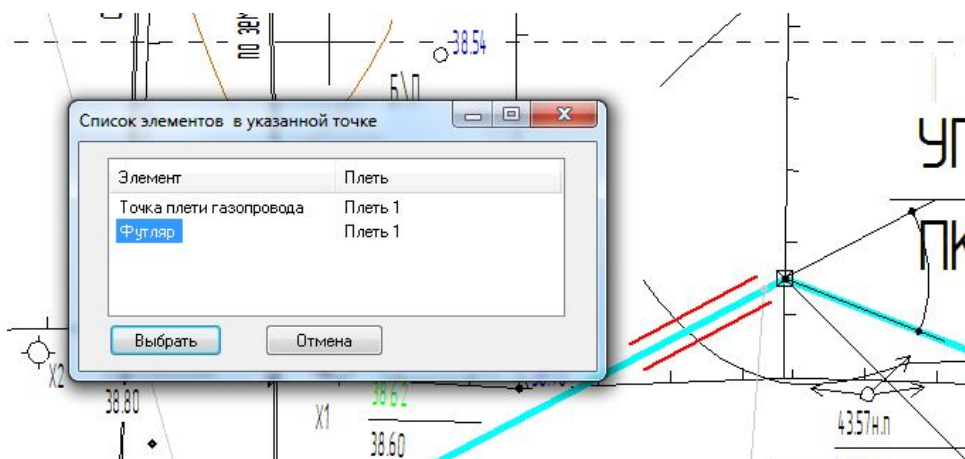

Рис.44
- 2) Если перед входом в данный режим группа выделения отсутствует, то программа выводит запрос: **“Укажите удаляемую точку или элемент газопровода”**. Если в указанном месте находятся несколько объектов, на экран будет выведен их список (рис.44). Выход из режима удаления производится после нажатия кнопки **“Прервать команду”** инструментальной панели Компас.
- 2) Если перед входом в данный режим группа выделения отсутствует, то программа выводит запрос: **“Укажите точку или элемент газопровода для просмотра и изменения параметров”**. Если в указанном месте находятся несколько объектов, на экран будет выведен их список (см. рис.44).